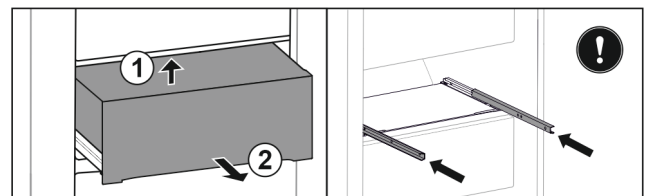

Fig. 124
- ▶ Schubfach von unten hinten anheben. Fig. 124 (1)
- ▶ Schubfach nach vorne entnehmen. Fig. 124 (2)